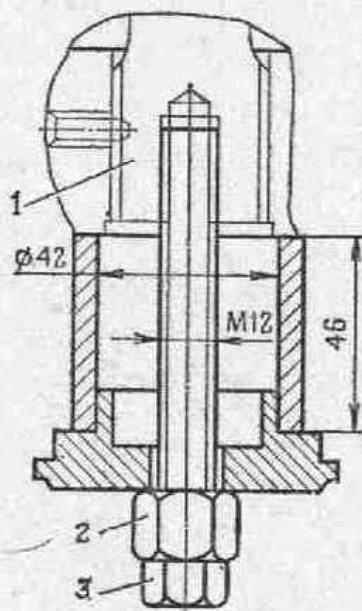

Рис. 72. Съемник торсионов:
3) поднимая автомобиль домкратом, определите момент освобождения торсиона от предварительной закрутки и извлеките с помощью съемника (рис. 72);